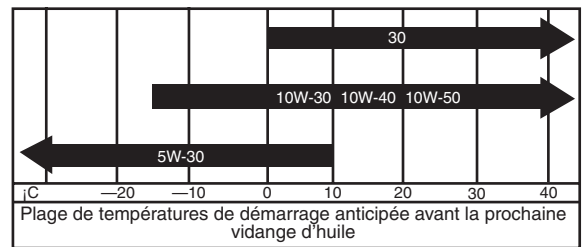

Figure 13
3. Le moteur utilise une huile détergente 10W30 de haute qualité de classe de service – API – (American Petroleum Institute) SH ou mieux. Reportez-vous au tableau de la Figure 13 pour choisir la viscosité.